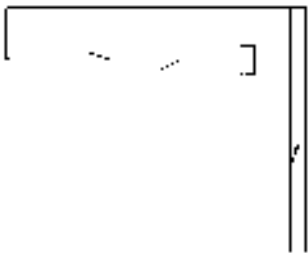

图 17.10.24 绘制并移动矩形 (二)
(1) 用 **绘图** **矩形** 命令绘制矩形，设定矩形长度和宽度值分别为 7 和 15，并将其移动至图 17.10.24 所示的位置。